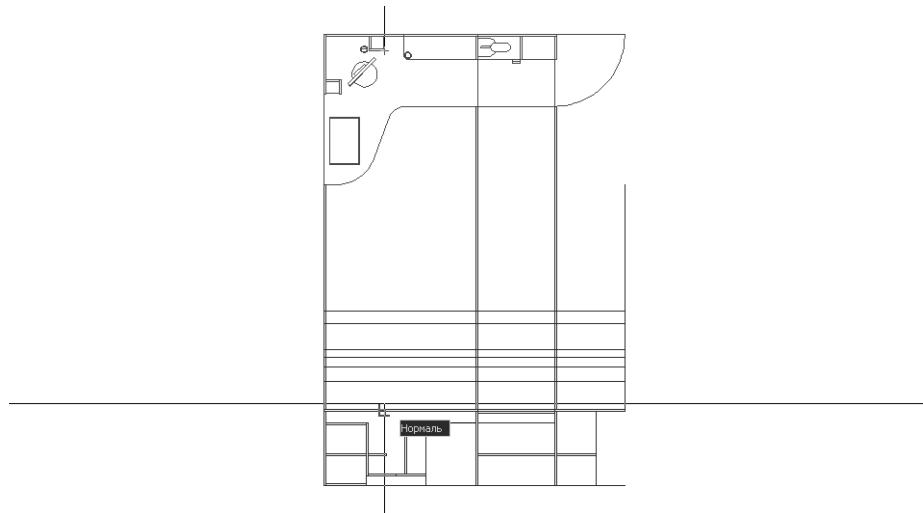

Рис. 8.14 ▼ Перпендикуляр, проведенный до уровня верхней грани столешницы
2. Используя инструменты **С линиями** (Line) и **Нормаль** (Snap to Perpendicular), проведите вертикальную линию от правого нижнего угла контура боковой стенки правой стойки для компакт-дисков до пересечения с верхней горизонтальной линией, соответствующей высоте 758 мм (верхняя поверхность столешницы), как показано на рис. 8.14.